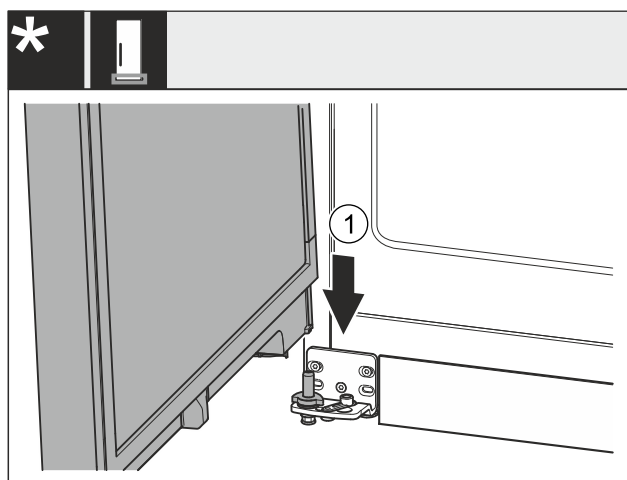

Fig. 29
- Stavite vrata odozgo na donji svornjak ležaja Fig. 29 (1).